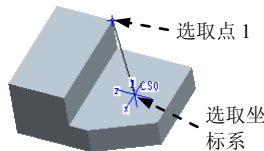

图 8.1.7 点到坐标系的距离
Step8. 测量点到坐标系距离, 如图 8.1.7 所示。操作方法参见 Step3。